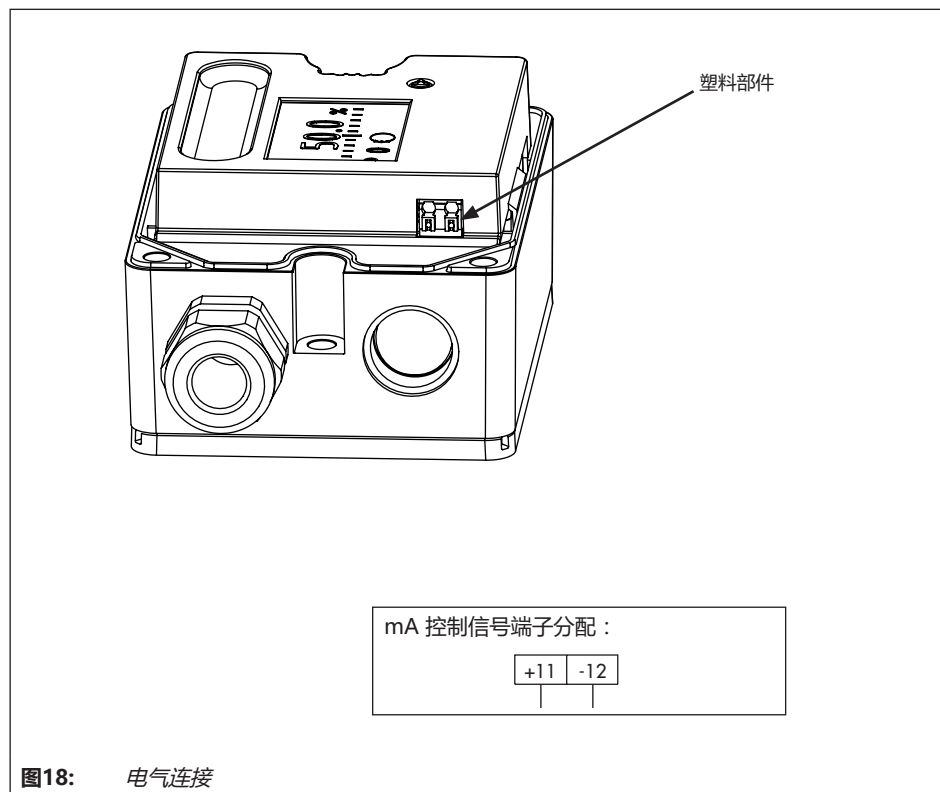

图18: 电气连接
- 要解锁弹簧笼接线端：将一字螺丝刀放在塑料部件 (图18) 上并轻轻将其推入接线盒。
- 如图18 中所示连接电源 (mA 信号)。